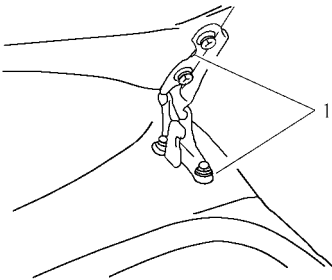

图 17-21 在维修后应涂敷锈蚀抑制剂
(4) 如果铰链或外部车板被松开或拆下，在维修后应涂敷锈蚀抑制剂，如图 17-21 所示。